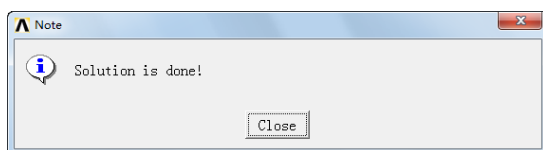

图 9-132 “Note”对话框
⑫求解完成后会弹出“Note”对话框，如图 9-132 所示，单击“Close”按钮关闭。